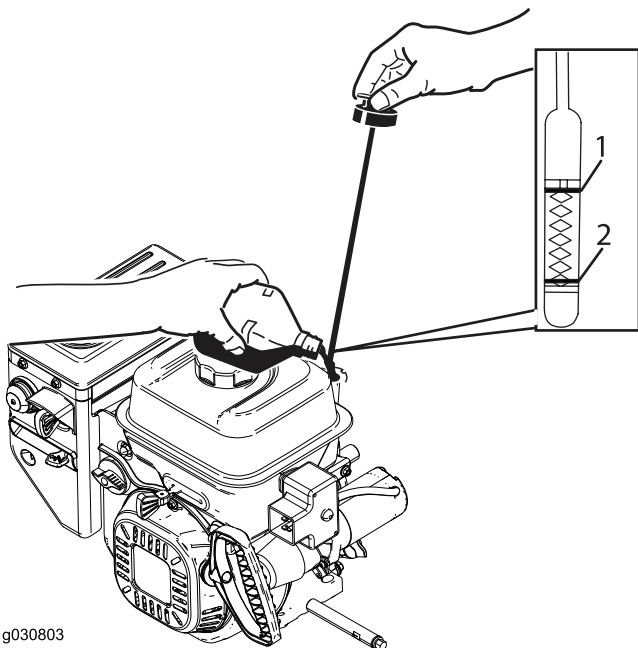

Figure 41
2. Ressortez la jauge et vérifiez le niveau d'huile (Figure 41). Ajoutez de l'huile, si le niveau est en dessous du repère du minimum sur la jauge Voir (page).